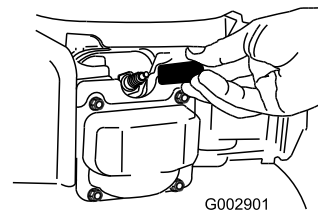

Bild 39
2. Ziehen Sie den Kerzenstecker von der Zündkerze ab (**Bild 39**).